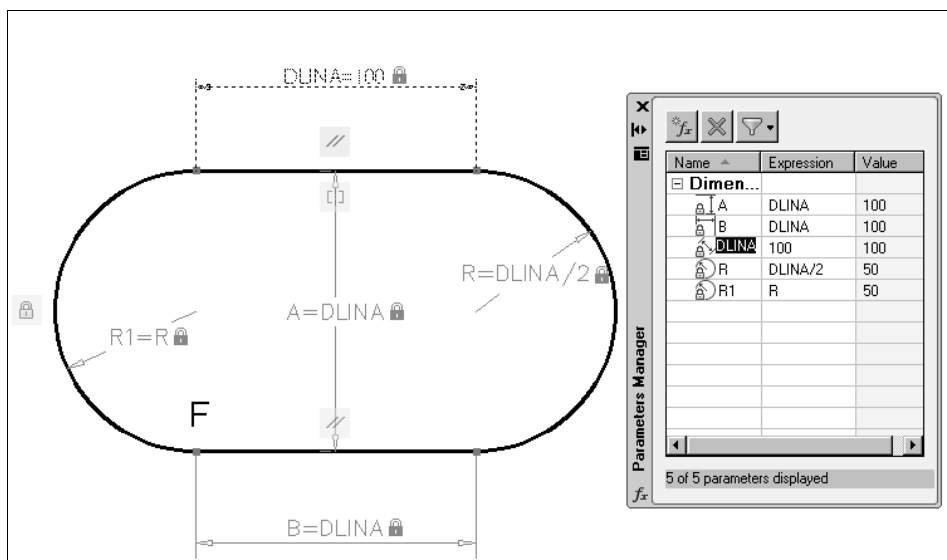

Рис. 8.20. Диспетчер параметров после изменения имени размерного ограничения
- Вызовите диспетчер параметров щелчком на кнопке **Parameters Manager** (Диспетчер параметров). Появится диалоговое окно со списком размерных ограничений в рисунке (рис. 8.20).
- ◆ присваивать в столбце **Expression** (Выражение) значение или параметр размерному ограничению (см. рис. 8.20). В столбце **Value** (Значение) всегда выводится значение параметра, присвоенное фактически или вычисленное с помощью выражения, записанного в столбце **Expression** (Выражение);